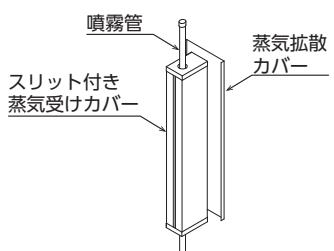

図3-18 ID型蒸気加湿器
- ・蒸気噴霧管に専用カバー(スリット付き蒸気受けカバー+蒸気拡散カバー)を組み合わせた構造となっています。(図3-18参照)